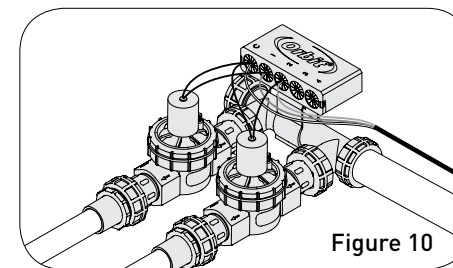

Figure 10
- Faites glisser l'Organiseur « Easy Wire » sur le support de montage et fixez-le à la vanne le système de collecteur (figure 10).